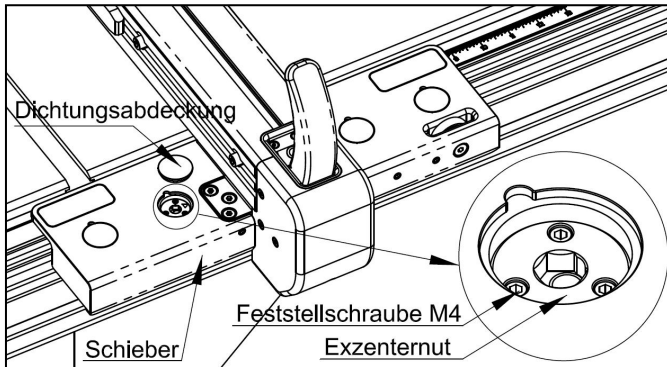

Abb. 6-22
- Wie in Abbildung 6-22 gezeigt, entfernen Sie die magnetische Abdeckung von dem Schieber.